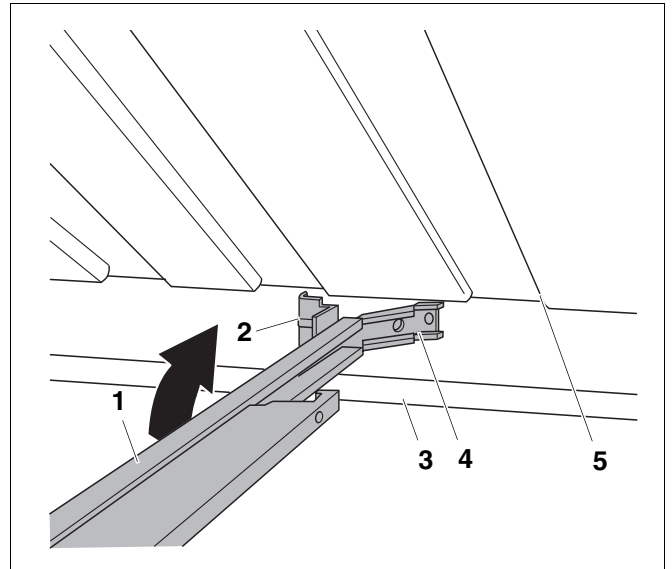

Abb. 4 Kollektorabstützung einlegen und drehen
Bevor Sie die Kollektorabstützung (Abb. 4, **Pos. 1**) einlegen und aufrichten, sollten Sie zum Schutz der Dachhaut ein ausreichend großes Stück Blech o. Ä. auf den Boden legen.
Bei der Montage kann das winklige Unterteil (Abb. 4, **Pos. 4**) somit auf dem Blech aufliegen.
- Legen Sie die Kollektorabstützung (Abb. 4, **Pos. 1**, Stütze eingeklappt) mittig um 90° gekippt zwischen den Kollektor (Abb. 4, **Pos. 5**) und das lange Rundrohr (Abb. 4, **Pos. 3**).
- Drehen Sie die Kollektorabstützung (Abb. 4, **Pos. 1**) wieder um 90° und ziehen Sie sie nach vorne, so dass die untere Kollektorhalterung (Abb. 4, **Pos. 2**) in die Nut des Kollektors einrastet und das winklige Unterteil der Profilschiene (Abb. 4, **Pos. 4**) auf dem Rundrohr (Abb. 4, **Pos. 3**) aufliegt.